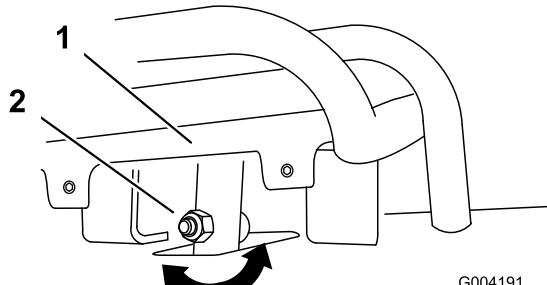
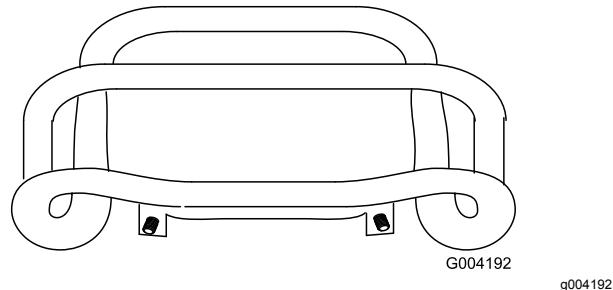

Figure 49
Figure 50
de référence, desserrez l'écrou et le boulon à embase de la tige de la commande de déplacement (Figure 49).
5. Réglez la commande de déplacement de sorte qu'elle soit de niveau et en appui contre la barre de référence lorsqu'elle est tirée tout droit en arrière (Figure 49 et Figure 50).
- Desserrez l'écrou et le boulon à embase dans la tige de la commande de déplacement (Figure 49).
- I. Réglez la commande de déplacement de sorte qu'elle soit de niveau et en appui contre la barre de référence lorsqu'elle est tirée tout droit en arrière (Figure 49 et Figure 50).